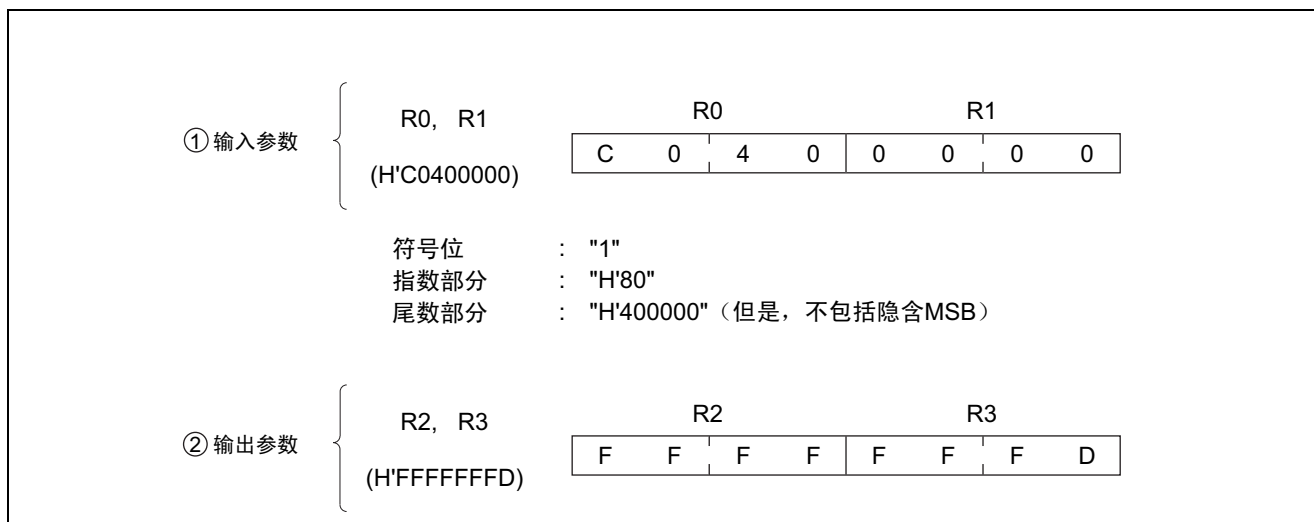

图 27-1 软件 FKTR 的执行例子
规格的时钟周期数是执行完图 27-1 时的值。
(2) 软件 FKTR 的执行例子如图 27-1 所示。